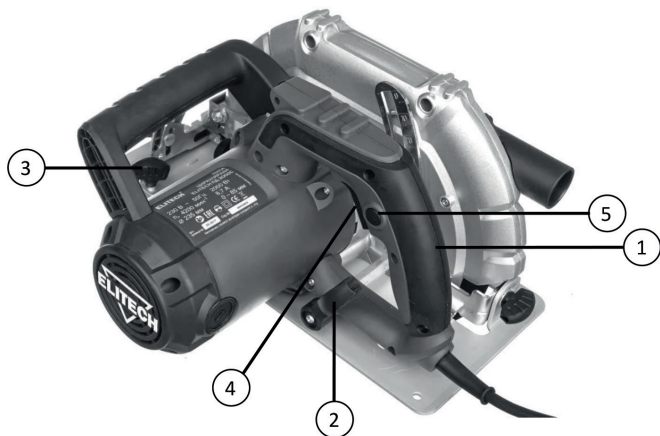
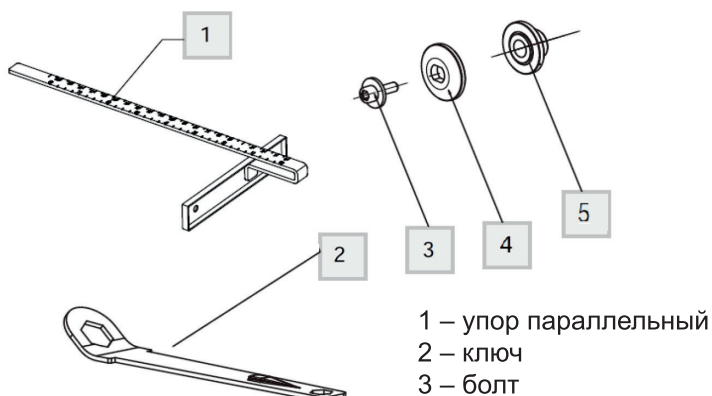

Рис. 2
Рис. 3
3. С помощью ключа (поз. 2, рис. 3) открутить болт (поз. 3, рис. 3)
5. Снять шайбу прижимную (поз. 4, рис. 3) и пильный диск
Для регулировки глубины распила ослабьте ручку регулировки глубины распила (поз. 2, рис. 2). Передвижением опорной платформы вверх или вниз отрегулируйте необходимую глубину распила. Глубина распила может быть отрегулирована в диапазоне от 0 до 85 мм при положении диска 90°. После регулировки глубины распила зафиксируйте ручку регулировки глубины распила.
Для регулировки параллельной направляющей (поз. 1, рис. 3) ослабьте ручку регулировки ширины распила (поз. 3, рис. 2) и отрегулируйте ширину распила, передвигая направляющую вправо или влево.